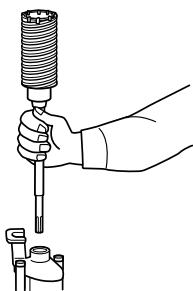
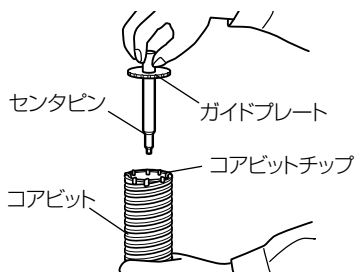

図 13
図 14
- (2) ドリルビット、およびブルポイントの取付けと同様にコアビットシャンクを本機につけます。(図 13)
- (3) ガイドプレートにセンタピンを奥までさし込みます。
- (4) ガイドプレートの凹部をコアビットチップにあわせてはめ込みます。左・右どちらかに回して凹部をずらすと下向きにしても落ちません。(図 14)